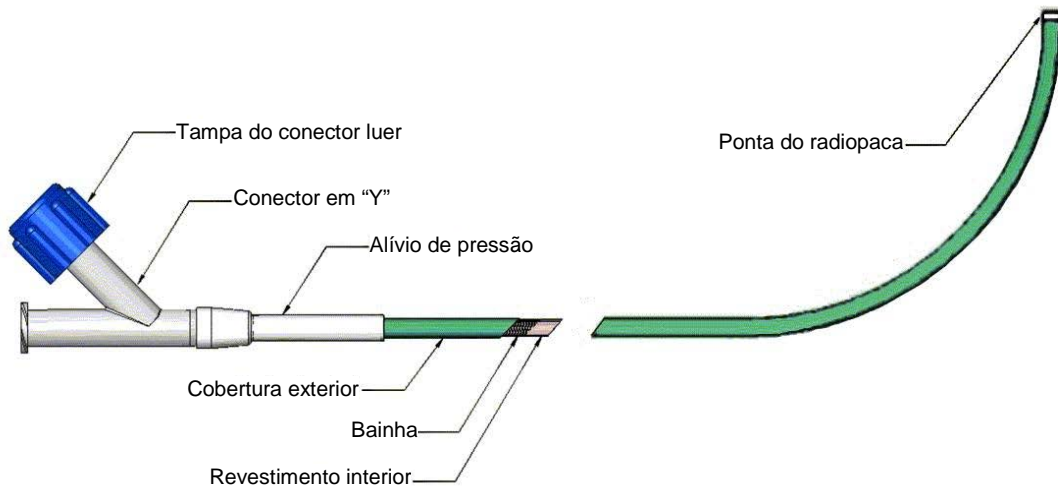

Figura 1.2: Cateter de entrega CARILLON
- O cateter de entrega é composto por uma bainha de polímero reforçada com um entrançado metálico com um conector luer em "Y", que resistirá a uma pressão de injeção máxima de 1700 KPa (246 psi). A ponta do cateter é radiopaca. O cateter de entrega é curvo na sua extremidade distal e possui um diâmetro exterior 9F (3,0 mm) e um comprimento efetivo de 70 cm. O diâmetro interior é de 2,5 mm e aceita um fio guia de 0,035" (0,89 mm) ou um cateter de diagnóstico de diâmetro exterior 7F (2,3 mm) ou cateter deflectível (Figura 1.2).